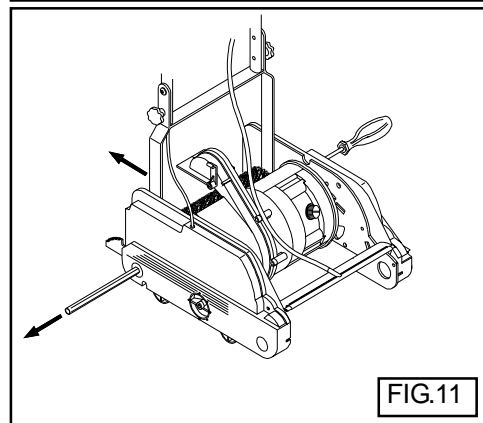

FIG.11
13.1.2 Achterste borstel (FIG.11)